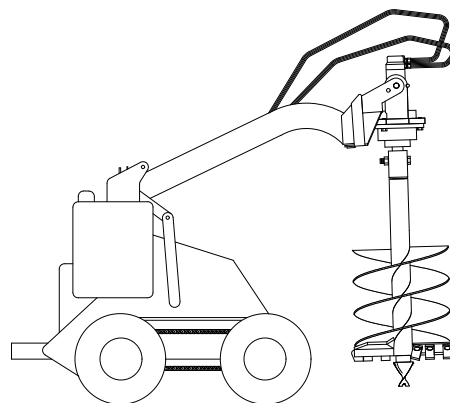

Figure 8
11. Lever la tarière jusqu'à ce qu'elle ne touche plus le sol (Fig. 8).
12. Quand la tarière est verticale, incliner la plaque de montage vers l'arrière jusqu'à ce que la tête d'entraînement touche la plaque d'accrochage afin de stabiliser la tarière et de l'empêcher de basculer librement (Fig. 8).